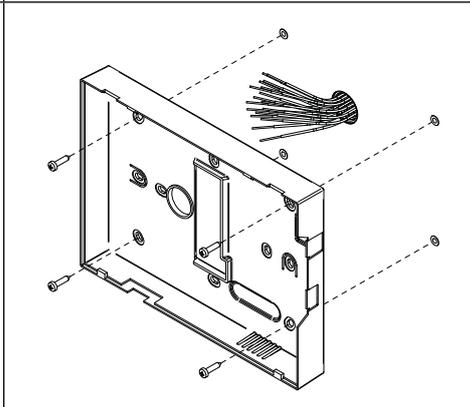

Fig. 6
2. Comme indiqué sur **Fig. 6**, fixez le couvercle arrière du vidéophone au mur en prenant soin de maintenir l'orientation indiquée sur la figure et de faire passer les fils de connexion par l'ouverture circulaire ;